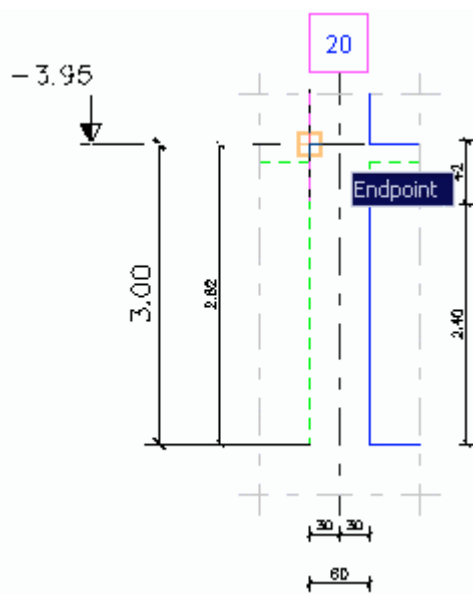

Figura 342: Left cut A-A – definirea originii cotei
3. Selectați originea cotei ca în Figura 342.